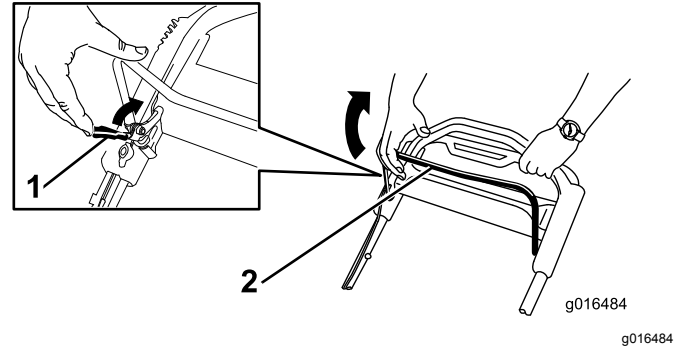

Figura 21
1. Tire hacia atrás del seguro de la barra de control de las cuchillas hasta que llegue a la barra de control de las cuchillas (Figura 21).
2. Tire hacia atrás lentamente **Figura 21** de la barra de control de la cuchilla hasta que llegue al manillar ().